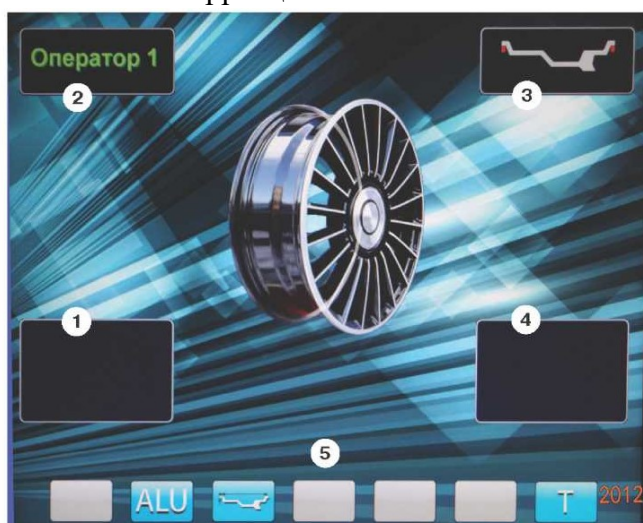

рис.8.2.
8.3. После включения питания СБ на экране монитора отображается фирменная заставка, которая через несколько секунд сменяется отображением экрана основного рабочего режима (рис. 8.2).
окно схем установки грузов, отмеченных номерами рис11.3. Если после введения размеров колеса установился экран ввода геометрических параметров, необходимо перейти в экран основного рабочего режима нажатием кнопки «STOP». Для выбора нужной схемы нажмите кнопку верхнего ряда клавиатуры с соответствующим номером. Выбранная схема установки грузов отображается в окне 3 экрана основного рабочего режима (рис. 8.2).